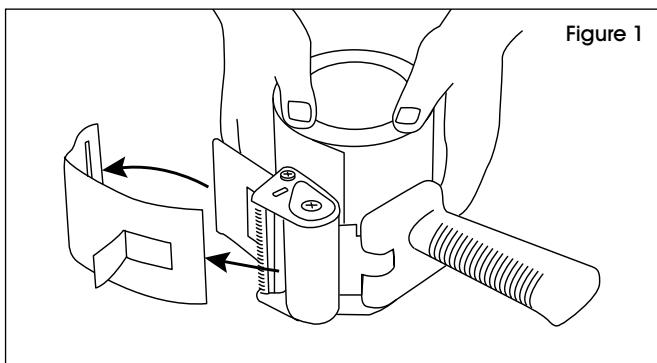

Figure 1
1. Placez le ruban sur la roue du ruban pour distribuer le ruban vers l'avant à partir du haut du rouleau. Tirez sur la languette pour retirer et jeter le protège-lame. (Voir Figure 1)